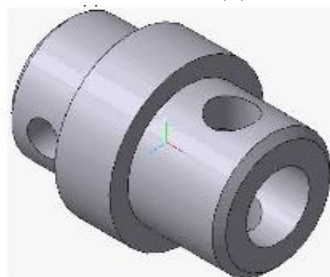

Рис. 5
33. Зафиксируйте действия командой *Создать объект*  (рис. 5).